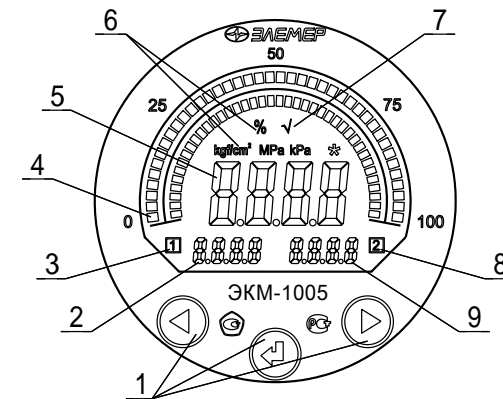

Рисунок 2.1
2.4.2 На передней панели ЭКМ расположены (см. рисунок 2.1):